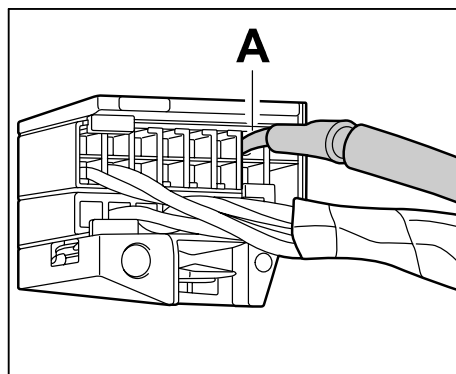

Bild 11
- 3.4.2 Pin der Leitung RD; 0,752 in das Steckergehäuse "TRKP2; KL.21" einsetzen  $\Rightarrow$  Bild 11 -A-.